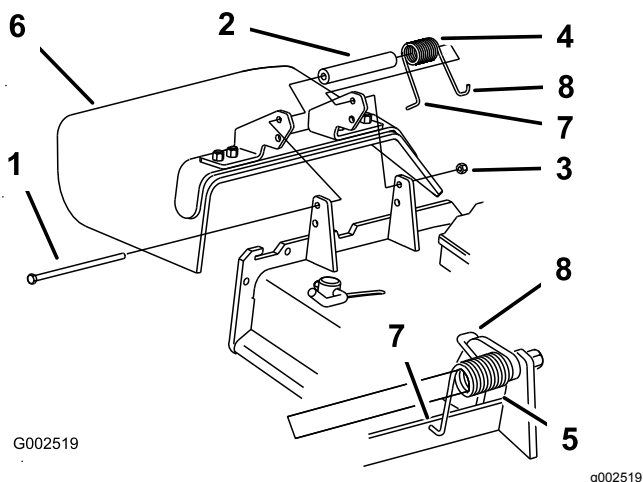

Figure 102
1. Retirez le contre-écrou, le boulon, le ressort et l'entretoise qui fixent le déflecteur aux supports de pivot (Figure 102).
Remarque: Prenez soin de placer l'extrémité en L du ressort derrière le bord du tablier avant de mettre le boulon en place, comme montré à la Figure 102.
5. Placez l'extrémité en J du ressort autour du déflecteur d'herbe (Figure 102).